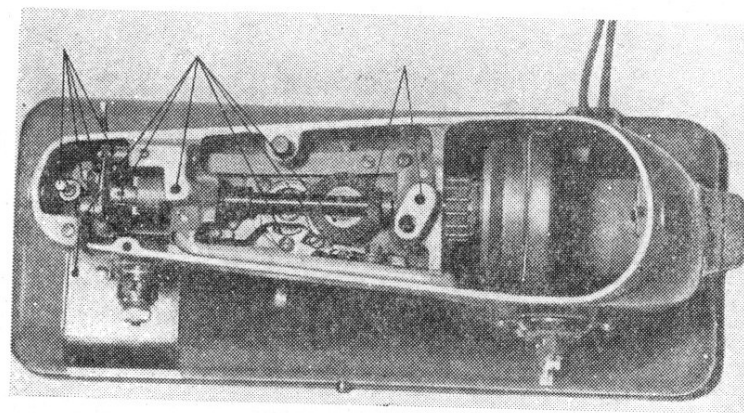

Fig. 41.
Dla zabezpieczenia lekkiego ruchu maszyny i zapowiedzenia zużycia ciernych detali w czasie eksploatacji wszystkie miejsca, wskazane strzałkami na fig. 41, 42 i 43 i pomalowane czerwoną farbą, należy regularnie oliwić. Jeśli maszyna pracuje sale, to oliwienie trzeba przeprowadzać codziennie jedną — dwoma kroplami czystego oleju maszynowego w każde miejsce.
a) odkręcić nakretkę umocowania pokrywki górnej 21, zdjąć ją i naoliwić mechanizmy maszyny w miejscach, wskazanych strzałkami na fig. 41. W tym wypadku, jeśli przyrząd dla nawijania nici znajduje się na pokrywce górnej, należy pamiętać, że przy zdejmowaniu pokrywki górnej rączkę przyrządu 32 niezbędnie